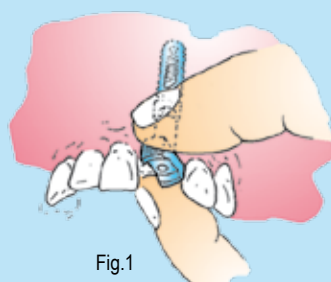

Fig.1
- Inserire il centratore manuale (**A**) all'interno della fixture ed accertarsi che l'esagono sia in posizione nell'impianto. Tenere il centratore ben fisso con le dita (Fig.1).